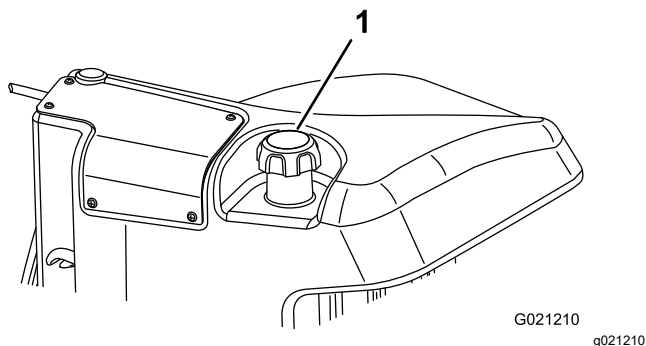

Рисунок 49
3. Снимите крышку топливного бака (Рисунок 49).